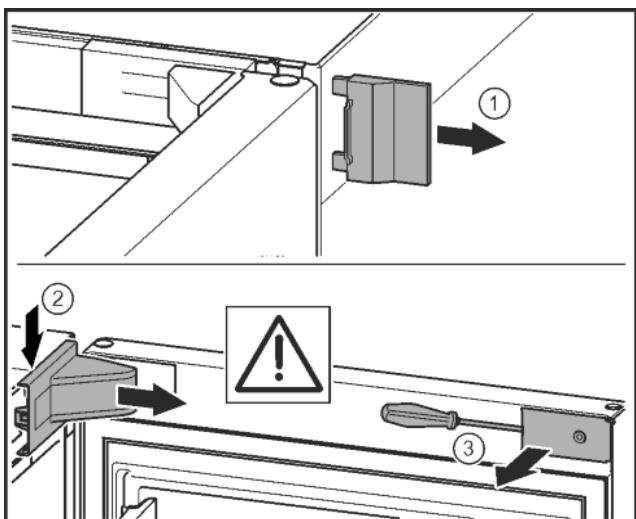

Fig. 8
- Noņemiet ārējo pārsegu. Fig. 8 (1)
- Atbrīvojet un atvienojiet gultņa balsta pārsegu. Noņemiet gultņa balsta pārsegu. Fig. 8 (2)
- Ar plakano skrūvgriezi atbrīvojet aizsegu un pagrieziet uz sāniem. Fig. 8 (3)